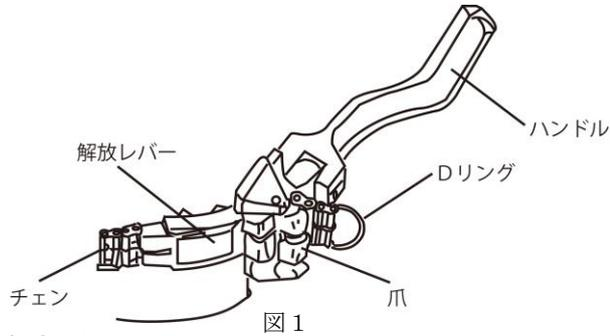

図1
- ①図1を参考に、解放レバーを押し込んで、爪をチェンから浮かせて下さい。チェンをフリーに操作出来るので、オイルフィルターのサイズに合わせて調整して下さい。